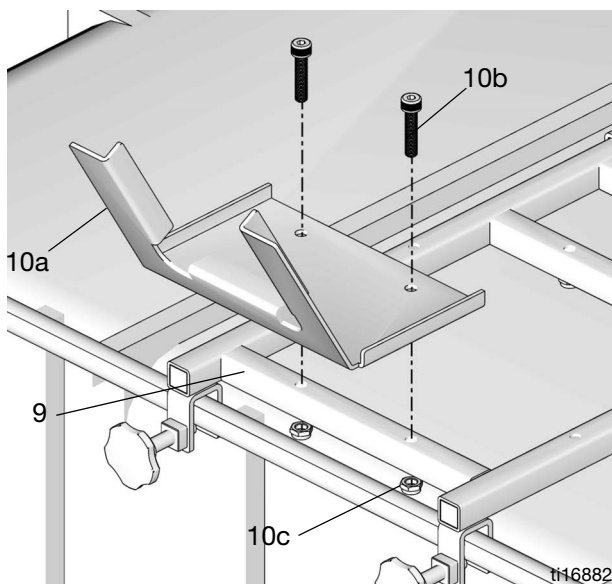

**FIG. 14**
4. Inserire la pompa (1) attraverso l'adattatore fusto (1a) (FIG. 14). Fissare la pompa in posizione stringendo le viti della guarnizione (1b) (FIG. 13 e FIG. 14).